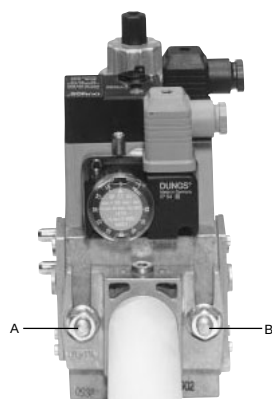
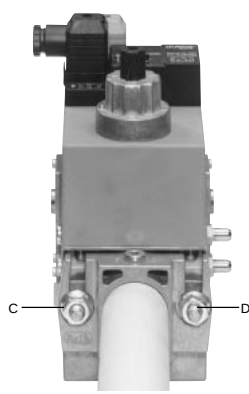
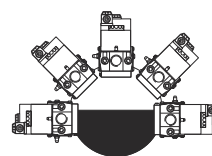

Рис. 4
Рис. 5
Рис. 7
- 4 согласно ссылке, данной на Рис. 4, закрепить фланец к шпилькам котла с помощью гаек **D**, не затягивая их полностью;
3. Затянуть винты A, B, C и D (Рис. 4 - Рис. 5), (Рис. 7), соблюдая дистанции монтажа (Рис. 7);